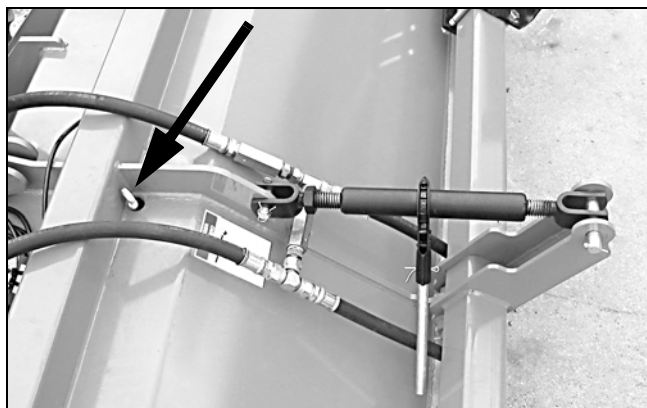

Figura 27. Local de enchimento de óleo da caixa de engrenagens
2. Lubrifique os rolamentos de extremidade do rotor. (Consulte a Figura 27).